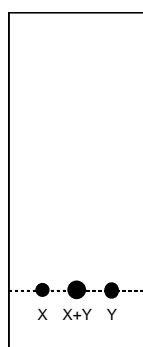

Fig. 1.1 Stippen op het TLC-plaatje vóór ontwikkeling;
- (3) Maak, voor de dunnelaagchromatografie (TLC), een mengsel van ethylacetaat:heptaan (volumeverhouding 1 : 2) gebruik makend van een maatcilinder, en doe een geschikte hoeveelheid van dit mengsel in de TLC-ontwikkelkamer. Voeg 1 mL ethylacetaat toe aan het potje (met label '1,4-DHP_TLC') om het 1,4-DHP (3 mg) op te lossen.
- (4) Controleer je TLC-plaatjes voordat je ze gebruikt. Indien deze beschadigd zijn kun je nieuwe vragen zonder strafpunten. Teken met potlood aan de onderkant van het TLC-plaatje een startlijn (zie Fig. 1.1).
- (5) Het reactiemengsel wordt helder tijdens de reactie (gewoonlijk binnen 20 minuten). Als het reactiemengsel helder geworden is (er kan een neerslag ontstaan terwijl het mengsel afkoelt, maar dit beïnvloedt de TLC-analyse niet), neem dan een
kleine hoeveelheid van het mengsel met behulp van een glascapillair en breng hiermee twee stippen aan op het TLC-plaatje: in het midden en op de positie rechts. Breng een geschikte hoeveelheid 1,4-DHP-oplossing, die gemaakt is bij werkwijze (3), aan op het TLC-plaatje: in het midden en op de positie links, zodat er dus drie stippen op het TLC-plaatje staan, waarbij de stip in het midden zowel het reactiemengsel als 1,4-DHP bevat (zie Fig. 1.1). Ontwikkel het TLC-plaatje in de TLC-ontwikkelkamer (zie Figuren 1.1 en 1.2). Geef het vloeistoffront aan met een potlood. Bekijk het TLC-plaatje onder een UV-lamp (254 nm) en teken een potloodlijn rondom de vlekken die oplichten. Bepaal met behulp van het resultaat van het TLC-plaatje of de reactie volledig verlopen is. Als er nog een significante hoeveelheid van het 1,4-DHP in het reactiemengsel aanwezig is, herhaal dan na 10 minuten de TLC-analyse. [Denk erom dat je deze TLC-analyse ook moet toepassen bij werkwijze (8)]. Stop het TLC-plaatje in het hersluitbare zakje met label 'A'.